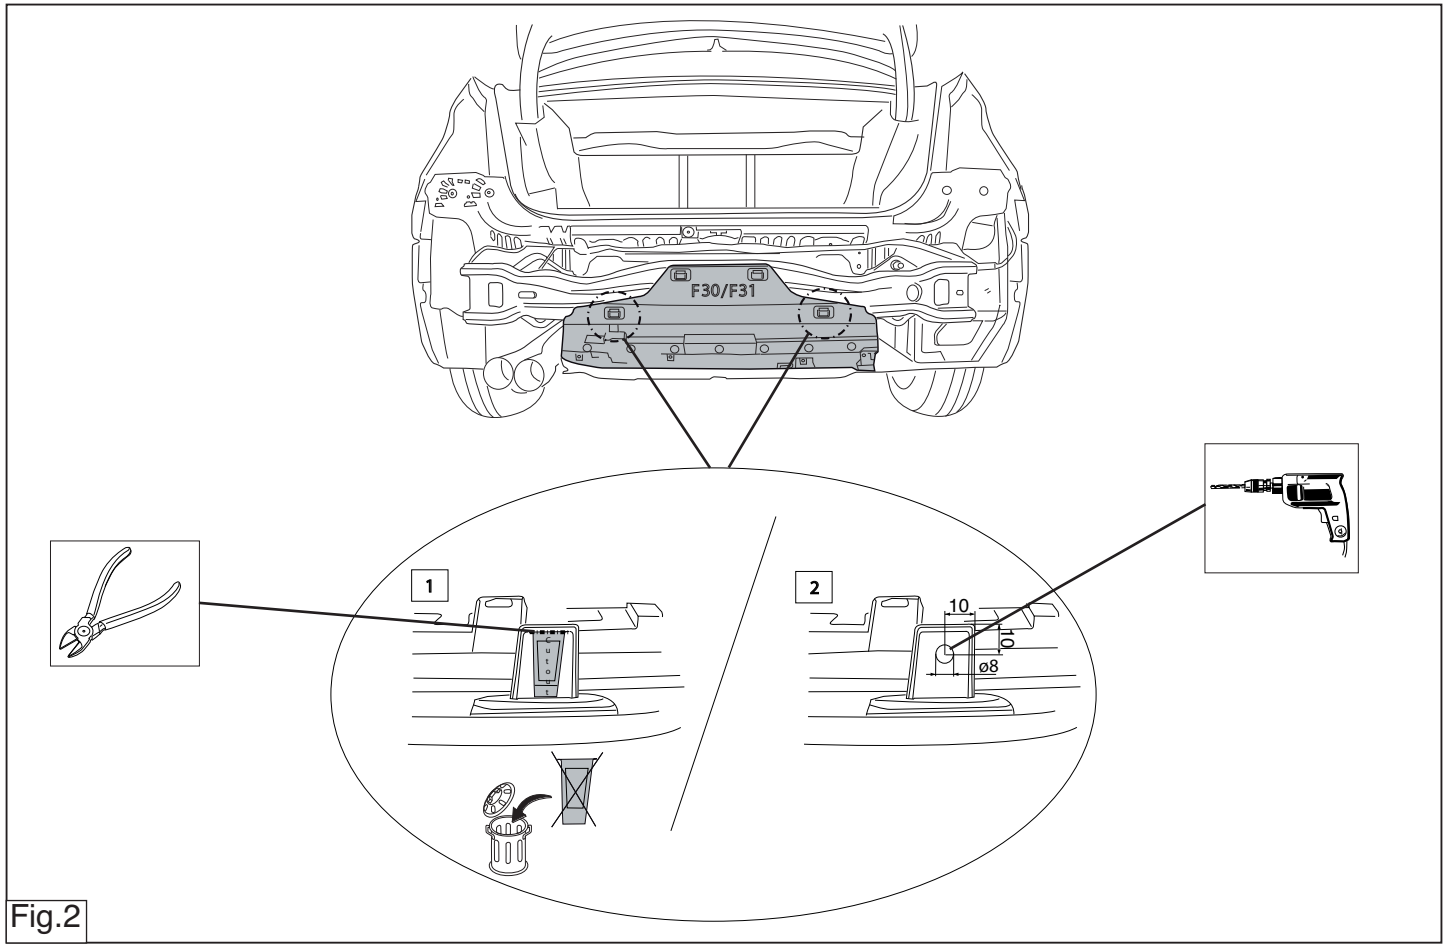

Fig.2
3. Просверлить в буферном бруске отверстия В  $\varnothing$  8 мм, см. рис. 2.